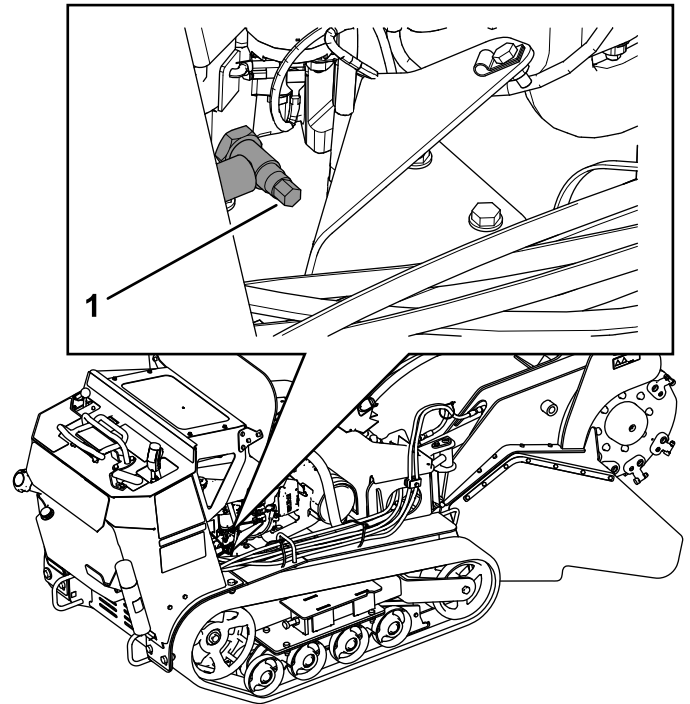
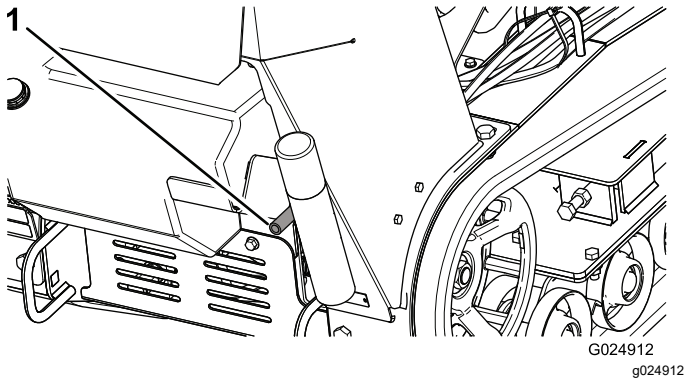

Figure 32
Figure 33
5. Placez un bac sous le flexible de vidange. Tournez le robinet de vidange pour permettre à l'huile de s'écouler (Figure 32 et Figure 33).